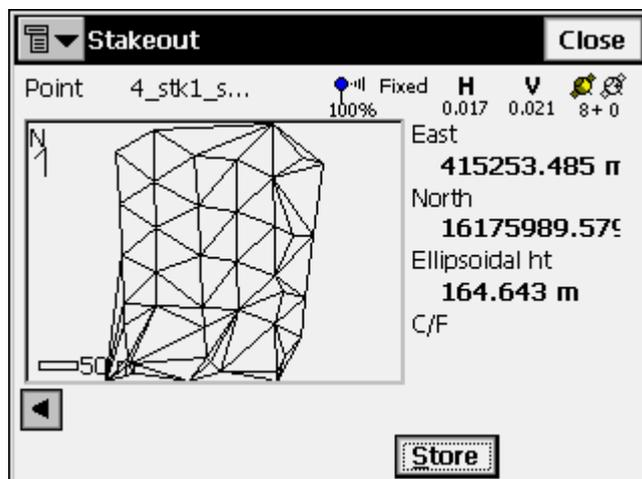

Рисунок 7-47. Разбивка - работа с GPS-приемником
4. При работе с GPS+ приемником: при нахождении необходимой точки руководствуйтесь информацией, приводимой в окне **Stakeout** (**Разбивка**). Когда Вы подойдете достаточно близко к необходимой точке, нажмите **Store** (**Сохранить**) (рис. 7-47).